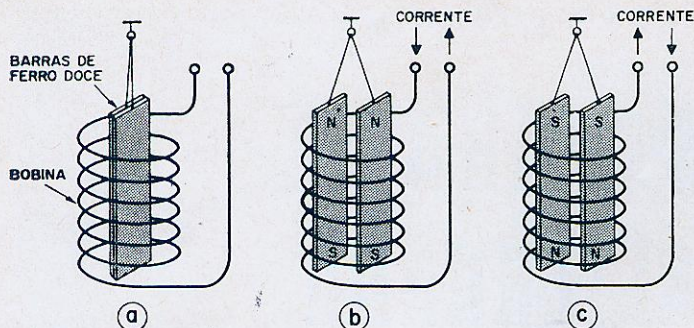
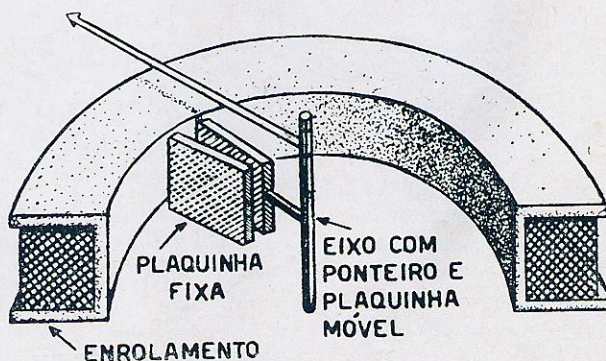
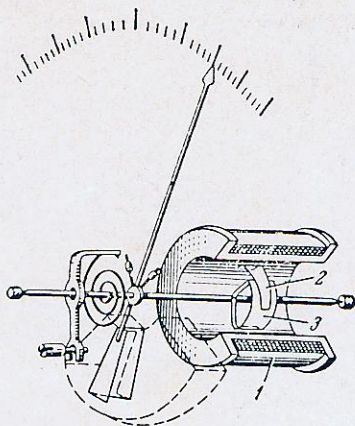

Figura 2
Figura 3
Figura 4
Os princípios básicos que regem a ação do medidor do tipo ferro móvel a repulsão estão ilustrados na figura 2. Se colocarmos duas barras paralelas, de ferro doce, dentro de um mesmo campo magnético, provocado por uma bobina em que pode circular corrente, observaremos o seguinte:
O princípio básico apresentado na figura 2 é aplicado em dois tipos de medida a repulsão: de palhetas radiais (figura 3) e o tipo de palhetas concêntricas (figura 4);
No primeiro existem duas palhetas radiais, retangulares, situadas no interior da bobina, sendo que uma delas é solidária a um eixo preso por meio de pivôs e mancais que pode girar livremente (figura 3).
No segundo, duas palhetas concêntricas e semicirculares de ferro doce são dispostas no campo magnético da bobina (1), da mesma forma que no primeiro tipo. A plaquinha (2) é fixa e a plaquinha (3) pode girar livremente em torno do eixo (figura 4).